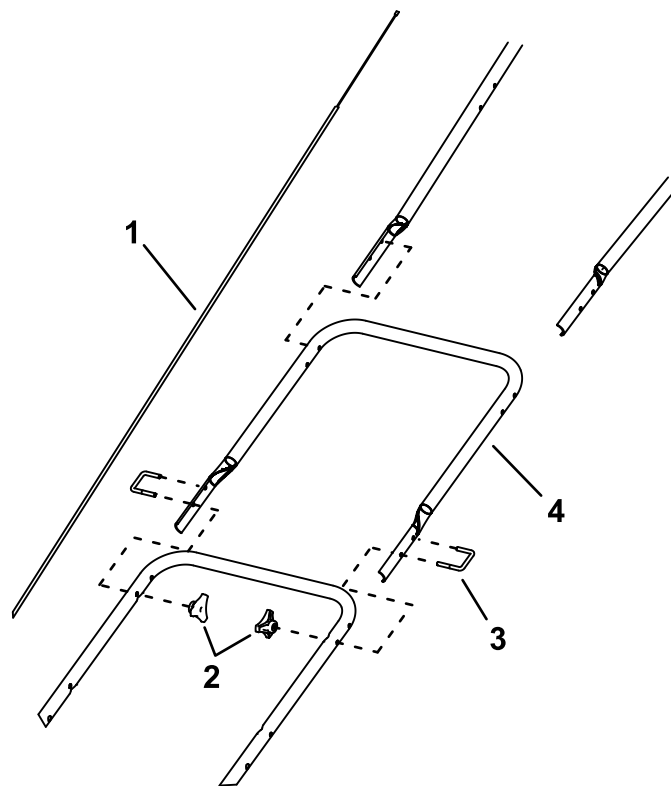

図 4
6. 下部ハンドルに、延長ハンドルを取り付け、ハンドホイール2個とキット付属の U ボルト2本で固定する 図 4。